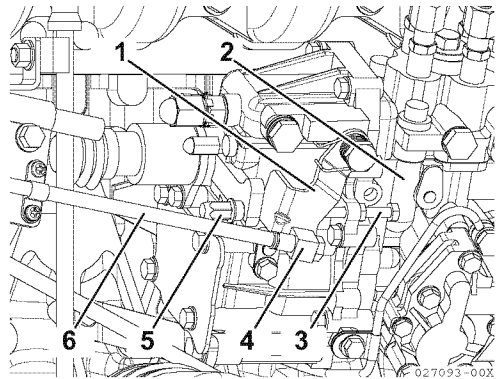

Figure 5
1. Per regolare, allentare la vite di regolazione (**Figure 5, (4)**) o il raccordo cavo (**Figure 6, (3)**) del cavo comando a distanza sul lato del motore, quindi regolare.
2. Regolare per prima la posizione dell'arresto alta velocità (**Figure 5, (5)**) o (**Figure 6, (6)**), quindi regolare l'arresto bassa velocità (**Figure 5, (3)**) o (**Figure 6, (4)**), con la vite di regolazione sulla leva del comando a distanza (**Figure 5, (1)**) o (**Figure 6, (5)**).